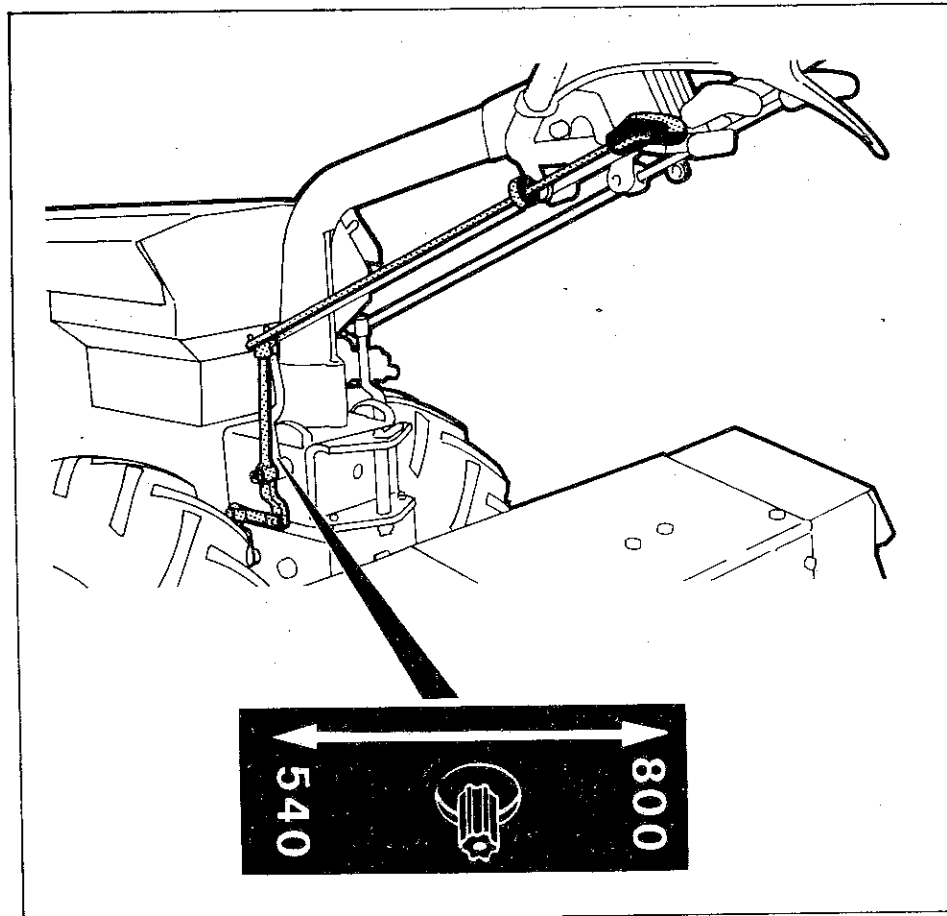

Fig. 7 - Bild 7
Una leva di comando a tre posizioni consente di selezionare due differenti rapporti di frizione per la p.d.f. (vedere la fig. 7).
2. Innestare la presa di forza alla velocità desiderata portando la rispettiva leva di comando (vedere la fig. 7) in posizione (lenta) oppure 800 (veloce). Accertarsi che la leva sia perfettamente innestata.
The live p.t.o. is powered directly by the engine, after the clutch, hence the revolution number is only depending on engine; the p.t.o. direction of rotation remains unchanged even in Reverse. A three-position control lever allows for selection of two different p.t.o. reduction ratios (see fig. 7).
2. Engage p.t.o. at the desired speed; this is obtained by bringing proper control lever to position 540 (slow) or to position 800 (fast) (see figure 7). Be sure the control lever is properly engaged.
Cette P.d.f. est entraînée directement par le moteur, après l'embrayage, le nombre de tour étant en fonction du régime du moteur. Le sens de rotation demeure égal, même en marche arrière. Un levier de commande à trois positions, permet de choisir deux divers rapports de réduction pour la P.d.f. (voir fig. 7).
2. Connecter la prise de force à la vitesse voulue en amenant le levier de commande (fig. 7) en position 540 (faible vitesse) ou 800 (haute vitesse). S'assurer que le levier soit bien engagé.
Die Kraftübertragung auf diese Zapfwelle erfolgt direkt vom Motor aus, hinter der Kupplung, weshalb die Zapfwellendrehzahl nur mit der Motordrehzahl verbunden ist. Die Drehrichtung der Zapfwelle bleibt auch im Rückwärtsgang unverändert. Ein Steuerhebel mit 3 Stellungen ermöglicht die Vorwahl von 2 verschiedenen Untersetzungsverhältnissen für die Zapfwelle (siehe Bild 7).
2. Die Zapfwelle durch Einlegen des betreffenden Steuerhebels (Bild 7) in Stellung 540 (langsam) oder 800 (schnell) in die gewünschte Drehzahl einschalten. Sich vergewissern, dass der Steuerhebel einwandfrei eingeschaltet ist.